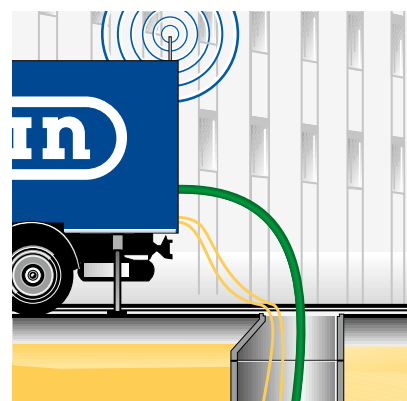

Bild 3: Dampfcontainer mit integrierter Prozesssteuerung
4. Verschließen des Rohres und Aufheizen mit Dampf. Das Rohr „erinnert sich“ und geht in seinen ursprünglichen kreisrunden Querschnitt zurück (Memory-Effekt) (Bild 3).